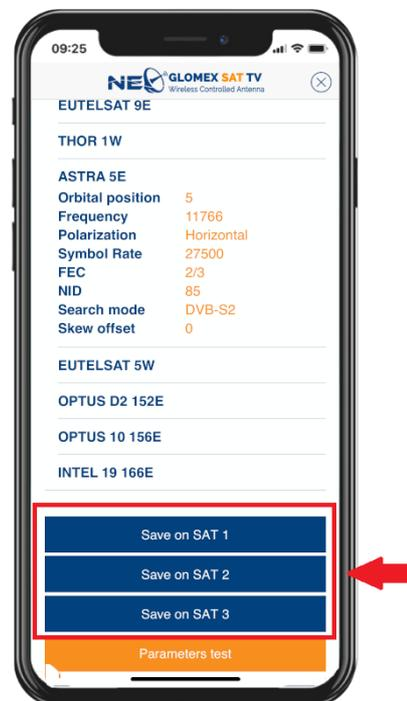

Abb. 44
- 1) den gewählten Satelliten auf eine der drei Positionen des Steuergeräts stellen (**Abb. 44**);